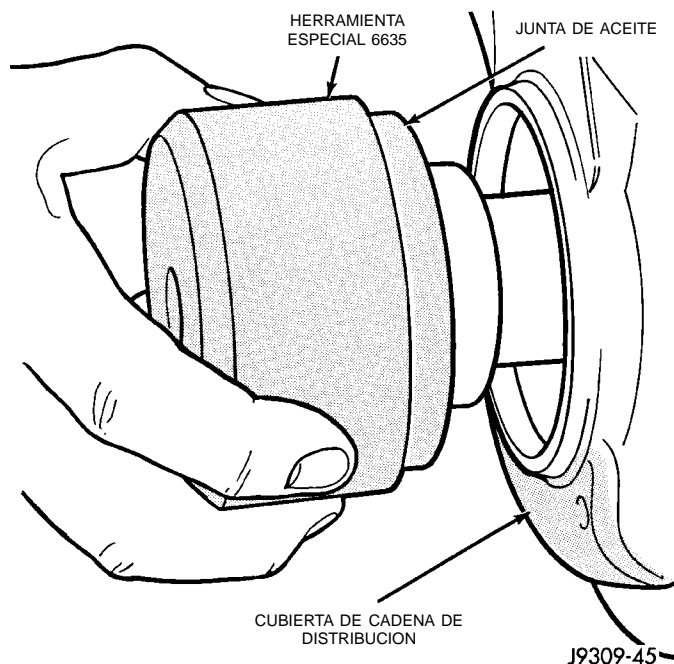

Fig. 43 Posición de herramienta y junta en el cigüeñal
(6) Coloque la junta y la herramienta sobre el cigüeñal (Fig. 43).